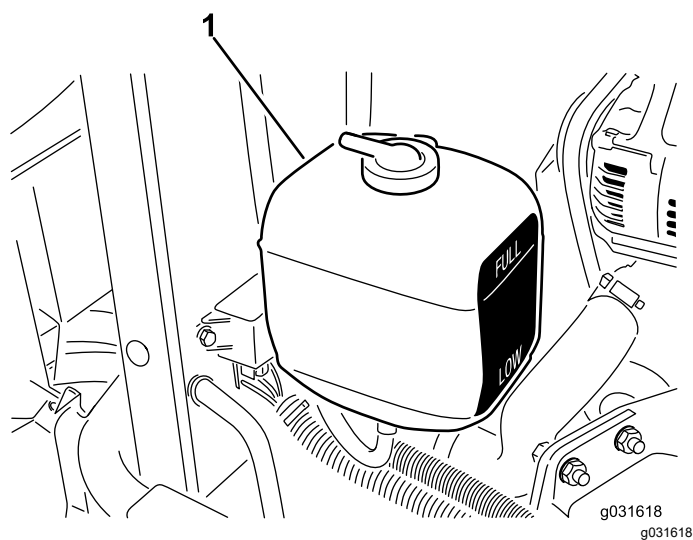

Bild 57
1. Prüfen Sie den Kühlmittelstand im Ausdehnungstank (Bild 57).